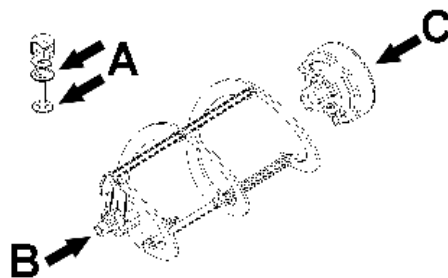
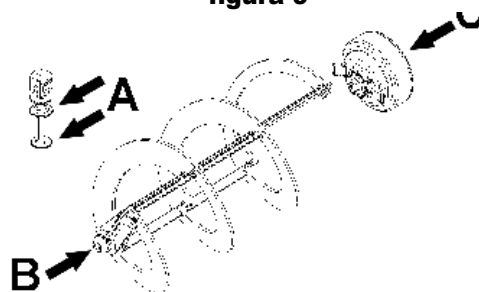

figura 9
figura 10
- 2 Lubrificar el pistón del grifo de erogación, el empalme hexagonal y el mezclador en los puntos indicados en la figura 9 (NG6) o figura 10 (NG10) utilizando exclusivamente la grasa que se entrega de serie con la máquina u otra grasa para uso alimentario.
- 3 Montar de nuevo el grifo de erogación en el recipiente con secuencia inversa respecto a la de la figura 9 o figura 10.